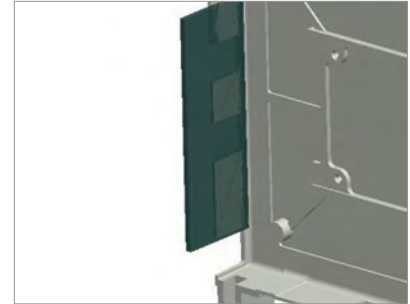

Abb. 3.6
- zur sicheren Befestigung mittels Nieten soll das Abweisblech dicht an der hinteren Wand der Blendenkappe mit Überlappung von mindestens 15 mm anliegen (Abb. 3.6).